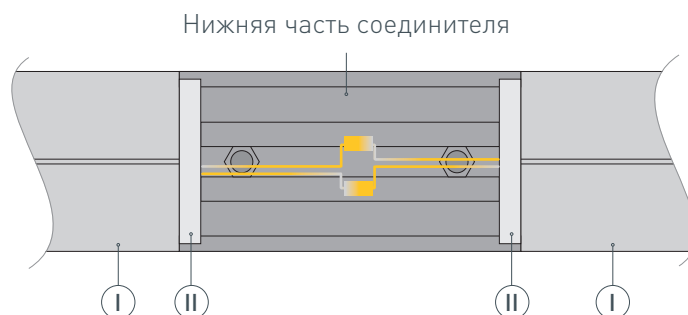

Рис. 5. Установка нижней части соединителя ② и соединение лент. Вид сверху
- 2 / До щелчка установите на профили ① нижнюю часть соединителя ② (без отверстий). Соедините кабели питания светодиодных лент при помощи зажимной клеммы, как показано на рис. 5.